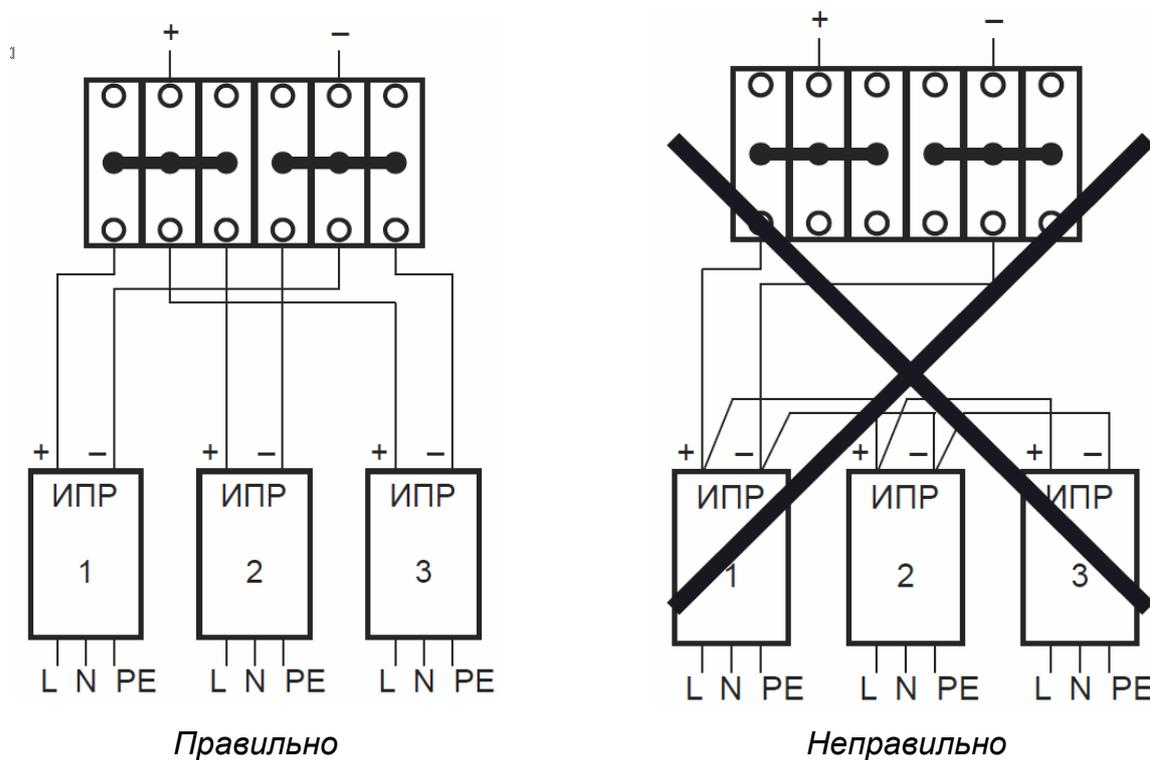

Рисунок 1. Схема монтажа при параллельном соединении нескольких блоков
1.2.5 Для увеличения эксплуатационных допусков допускается параллельное подключение до пяти блоков питания. Необходимо настроить равномерные выходные напряжения (± 50 мВ) с выполнением симметричного монтажа для обеспечения равномерного распределения тока. Подобная схема электропитания обеспечивается развязывающими диодами (диодными модулями) (рис. 1).